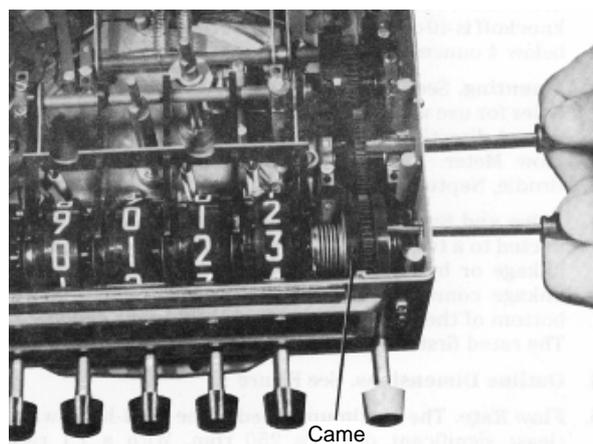

Figure 3. Réglage roue droite
1. Oter le plateau couvrant les trous de réglage sur le côté droit du prédéterminateur. Les anciens modèles ont des fiches perforées. Insérer un tournevis dans chacun des deux trous (Figure 3).